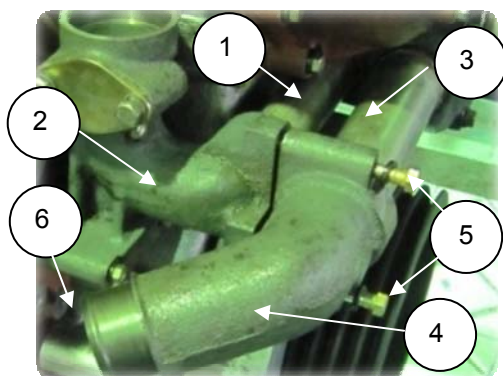

Рис. 6.27
7. Смазать уплотнительные кольца на трубе перепускной правой (1) (850.1303086) (рис. 6.27), установить трубу в расточку водяного насоса;
8. Собрать болты с шайбами, соединить патрубок перепускной правой (2) (850.1303094) с трубой перепускной, завернуть болты на 2-3 нитки от руки (рис. 6.27);
10. Смазать уплотнительные кольца на трубе отводящей правой водяного насоса, установить трубу отводящую правую (3) (850.1303154) в расточку водяного насоса (рис. 6.27);
11. Собрать болты с шайбами, соединить патрубок отводящий водяного насоса правый (4) (850.1303016) с трубой отводящей, завернуть болты (5) на 2-3 нитки от руки (рис. 6.27);
12. Завернуть болты (5) (S=14) окончательно $M_{кр} = 2,8-3,6$ кгс·м (рис. 6.27);
13. Смазать уплотнительные кольца на муфте соединительной, установить муфту (6) в расточку патрубка отводящего (рис. 6.27).